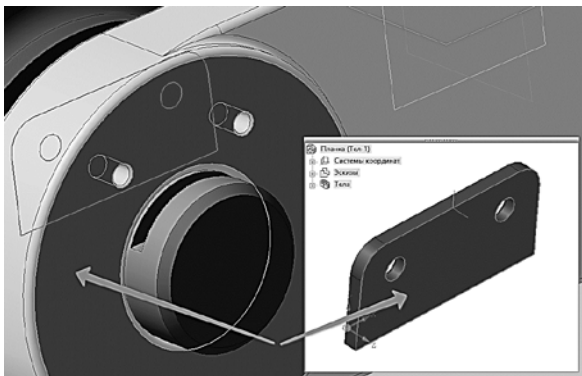

Рис. 40. Выбор элементов деталей «Вилка» и «Планка» для сопряжения «совпадение»
2.5.7 Установите ориентацию **Изометрия XYZ** и укажите грань на *Вилке* (рис. 40).